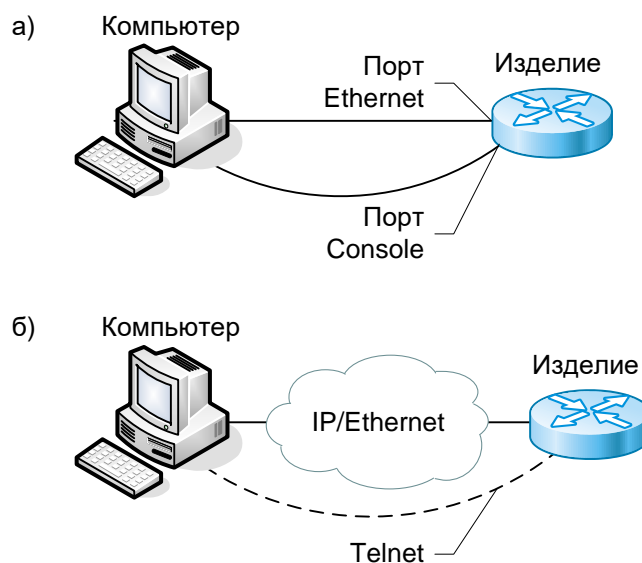

Рис. 41. Примеры подключения изделия для сохранения и загрузки конфигурации или обновления программного обеспечения
2. Подключите порт Ethernet изделия к сети. Примеры подключения показаны на Рис. 41.
2. Подключите один из портов устройства к сети. Примеры подключения показаны на Рис. 41.
3. Подключите устройство к сети. Примеры подключения показаны на Рис. 41.